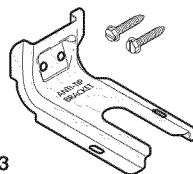
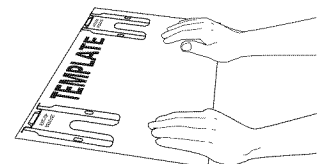
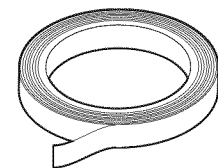

Fig. 13
Fig. 12
Fig. 14
- Plantilla del soporte antivuelco (Fig. 12), 2 tornillos de montaje (el soporte y los tornillos son suministrados con la estufa - Fig. 13) y cinta adhesiva (Fig. 14).